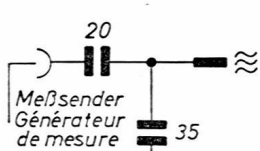

Fig. 3
- Beim AM-Abgleich künstliche Antenne, Fig. 3 verwenden.
- Lors de l'alignement AM, employer une antenne artificielle selon fig. 3.
Meßsender an die künstliche Antenne, Fig. 3, anschließen.
* Raccorder le générateur de mesure à l'antenne artificielle (fig. 3).